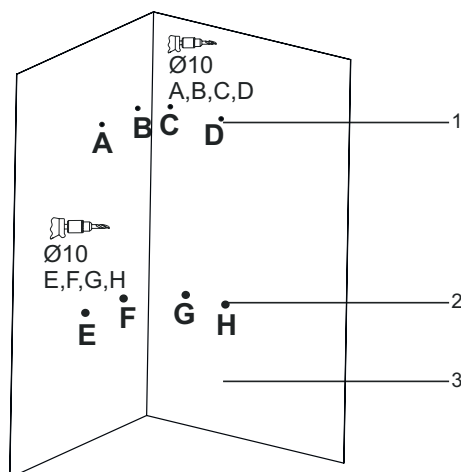

Fig. 12
1. ■ Forare la superficie di installazione nei punti di connessione delle piastre di aggancio A,B,C,D e nei punti di connessione dei corpi E,F,G,H con una punta da Ø10 mm (Fig. 12).
■ Posizionare i tasselli in plastica da Ø10 mm nei punti forati (Fig. 12).
- Avvitare il corpo del prodotto dai punti E, F, G, H e fissarlo completamente (Fig. 12).